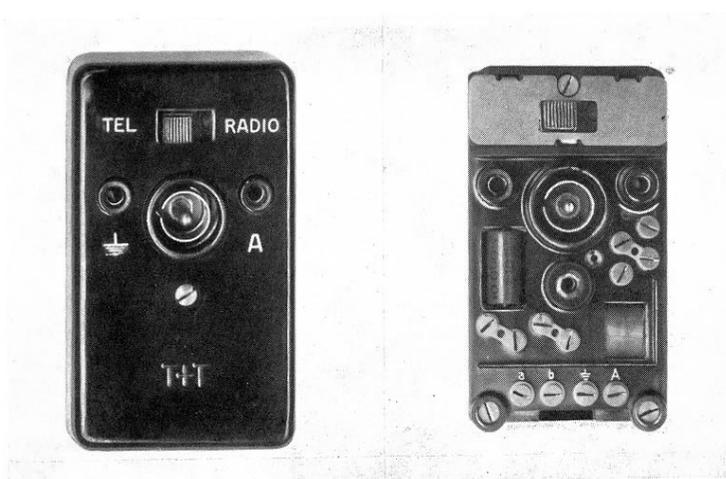
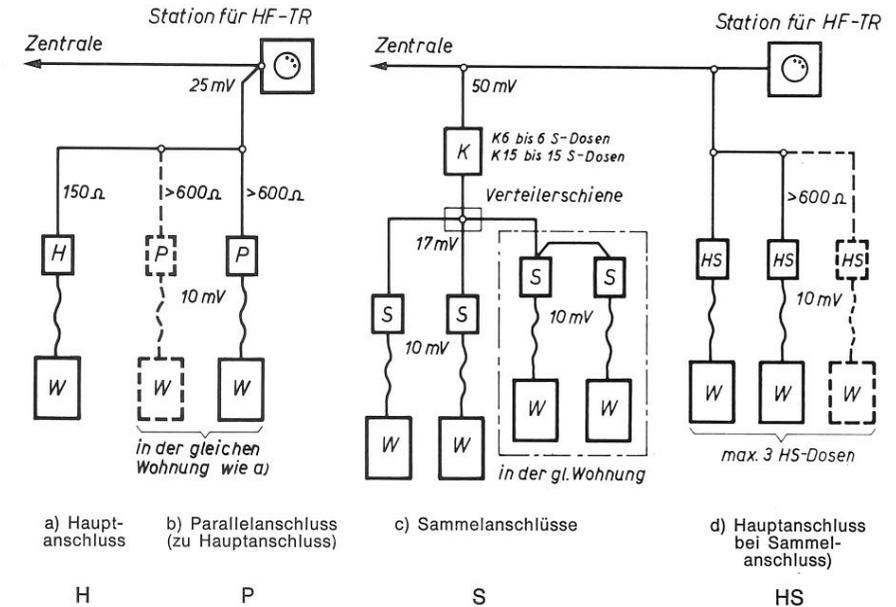

Abb. 181
Abb. 182
Die Firma Autophon AG hat 1950 eine umschaltbare HF-TR-Steckdose Typ G entwickelt (Abb. 181), welche für Aufputz- wie Unterputzmontage den gleichen Einsatz hat. Sie kann für die vier verschiedenen, in Abb. 182 dargestellten Anwendungen umgeschaltet werden und ergibt für jeden Fall die günstigsten Verhältnisse in bezug auf Übertragungsdämpfung, Nebensprechdämpfung und Anpassung an die Zuleitung wie an den Radioapparat. Die vier verschiedenen Anschlussarten werden wie folgt bezeichnet:
1. **Hauptanschluss** (Schaltung H nach Abb. 182 a).
2. **Parallelanschluss**, wenn an einen Hauptanschluss weitere ein bis zwei TR-Steckdosen des gleichen Teilnehmers parallel angeschlossen werden (Schaltung P Abb. 182 b).
3. **Sammelanschluss** (Schaltung S Abb. 182 c).
4. **Hauptanschluss bei Sammelanschluss**, wenn der Telefonteilnehmer, an dessen Leitung schon die Kopplungsdose für den Sammelanschluss liegt, einen eigenen TR-Anschluss erhält (Schaltung HS Abb. 182 d).
Die im Blockschema Abb. 182 eingeschriebenen HF-Spannungen entsprechen den gewünschten Verhältnissen. Sie können in der Praxis vom Sollwert um einiges abweichen.